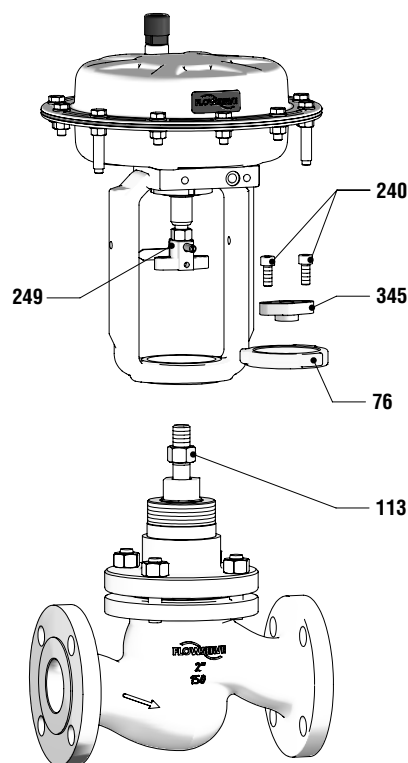

Abbildung 8: Antrieb abbauen
4. Sicherungsmutter (113) im Uhrzeigersinn lösen. Drehung der oberen Kupplung (249) durch Gegenhalten mit einem Maulschlüssel verhindern (siehe Abbildung 8: Antrieb abbauen).
5. Innensechskantschrauben (240) gegen Uhrzeigersinn lösen.
6. Schlagmutter (76) gegen Uhrzeigersinn lösen.